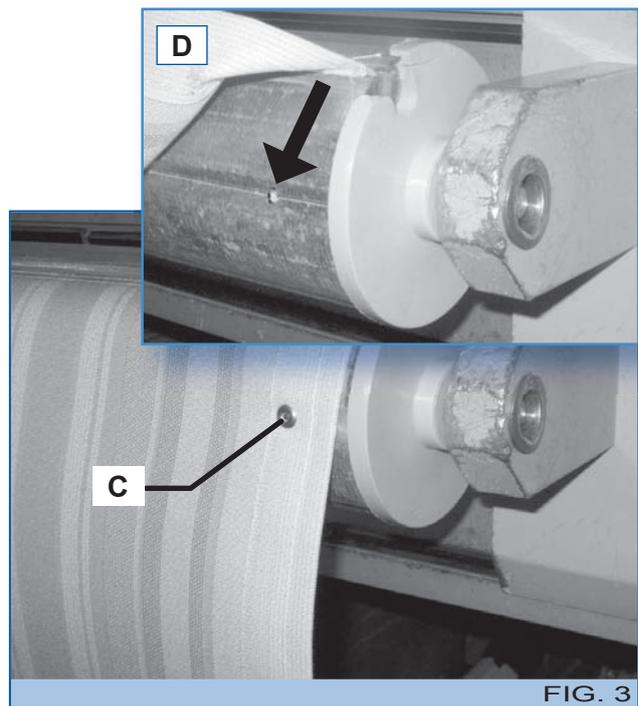

FIG. 3
- 5º Aplicar en ambos lados del tubo dos remaches (C - Fig. 3), prestando atención a realizar el orificio en correspondencia con el pliegue (D - Fig. 3) del tubo.